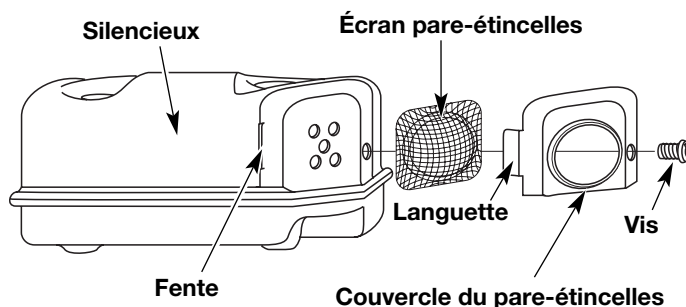

Fig. 29
2. Retirez la vis retenant le couvercle du pare-étincelles au silencieux à l'aide d'un tournevis à lame plate ou à mèche no. T-20 Torx (Fig. 29).